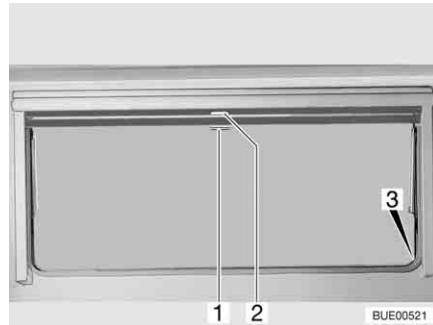

Bild 81 Överkantshängda fönster
- Drag ned mörklägningsrullgardinen med handtaget (Bild 81,2). När mörklägningsrullgardinen dras ned helt fäster man det man i spärrarna (Bild 81,3) på båda sidorna på fönsterkarmen.
- När mörklägningsrullgardinen är helt neddragen: Tryck ned handtaget (Bild 81,2) och drag det något inåt. Nu kan man ta loss mörklägningsrullgardinen ur spärrarna på båda sidorna av fönsterkarmen.
- När mörklägningsrullgardinen inte är helt neddragen: Drag handtaget (Bild 81,2) lätt nedåt tills spärren släpper.
- Drag ner insektsnätet med handtaget (Bild 81,1) och fäst det i spärrarna (Bild 81,3) på båda sidorna av fönsterkarmen.
- Tryck ned handtaget (Bild 81,1) och drag det något inåt. Lossa insektsnätet ur spärrarna på båda sidorna av fönsterkarmen.